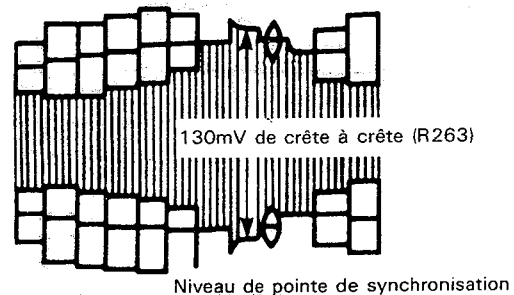

Figure 2-14.
4. Régler R263 de sorte que le niveau de pointe synchronisation soit de 130mV de crête à crête, comme indiqué dans la Figure 2-14.